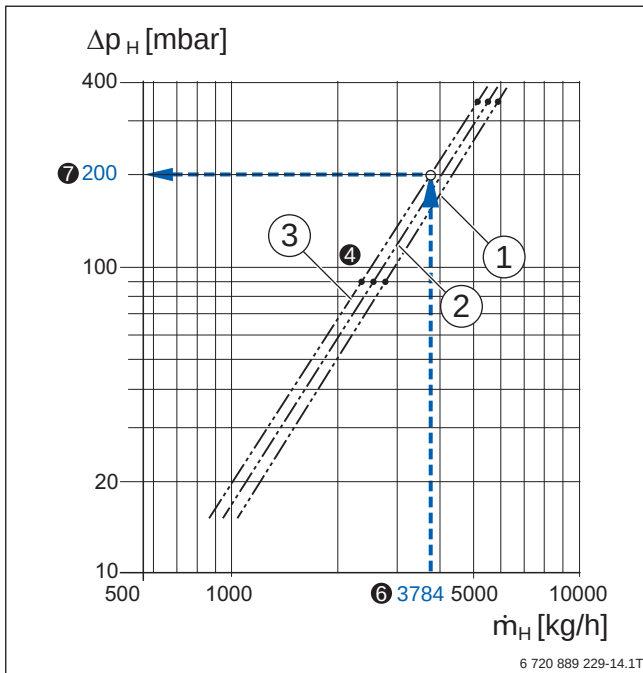

Bild 60 Heizwasserseitiger Druckverlust Logalux SU500.5...SU1000.5; Beispiel blau hervorgehoben
Mit dem berechneten Volumenstrom ⑥ ist der heizwasserseitige Druckverlust ⑦ für den Warmwasserspeicher Logalux SU1000.5 aus dem Druckverlustdiagramm der Warmwasserspeicher Logalux SU500.5 ... SU1000.5 abzulesen (Beispiel → Bild 60).